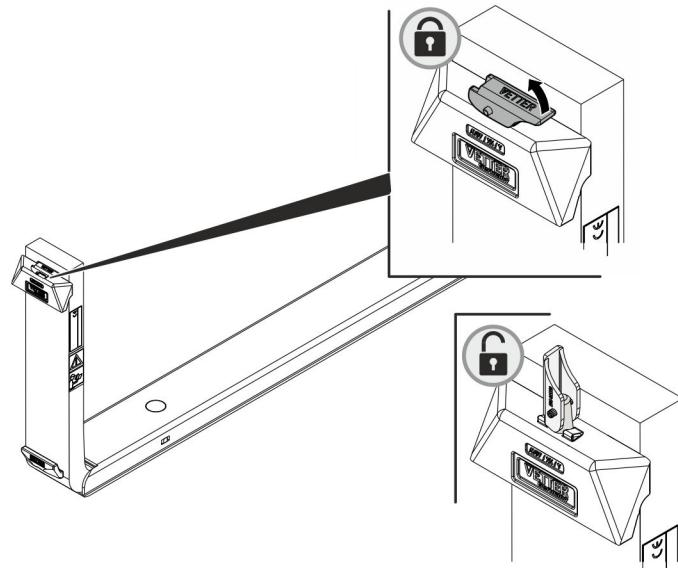

Abb. 6: Arretierung öffnen
4. ➔ Arretierung der ManuTel® G2 durch Anheben des Arretierungshebels öffnen (Abb. 6).